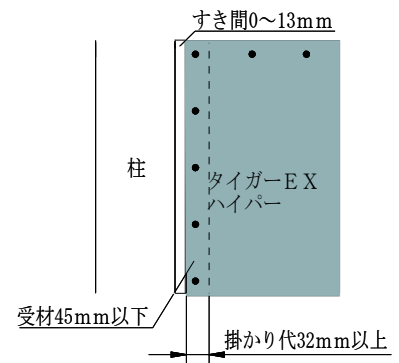

図7-1 入隅部納まり詳細
- ①面材の取り付け方は軸組および土台に直張りとし、その張り方は縦張りとしてください。胴つなぎを介し高さ方向に面材を継ぐ場合も上部面材は縦張りとします。その際、上側面材最小長さは700mmとします。
- ②面材を高さ方向に1枚張る場合はめっき鉄丸くぎ NZ50を用いて、くぎ頭部が面材表面に面一になるよう留め付けてください。面材外周部のくぎ相互間隔は75mm以下、縁端距離15mm（±3mm）にて掛かり代30mm以上で横架材および土台に留め付ける。掛かり代45mm以上で柱、掛かり代20mm以上で継手間柱に縁端距離12mm（±2mm）にて留め付けてください。面材の中通りのくぎ相互間隔は150mm以下で間柱にそれぞれ留め付けてください。
- ③面材を高さ方向に胴つなぎを設けて面材を継ぐ場合はめっき鉄丸くぎ NZ50を用い、くぎ頭部が面材表面に面一になるように留め付けてください。くぎ相互間隔は75mm以下、縁端距離15mm（±3mm）にて掛かり代30mm以上で胴つなぎに留め付けてください。胴つなぎの取り付け位置は横架材間に一箇所とし、取り付け間隔は、土台に取り付けた面材下部から胴つなぎの中心までの距離が1820mmになるように取り付け付けてください。
- ④入隅部で受材への面材の取り付け方は、めっき鉄丸くぎ NZ50 を用いてくぎの相互間隔75mm以下、縁端距離12mm (±2mm) にて留め付けてください。面材の掛かり代は、受材見付け幅に対し、32mm以上としてください (図7-1 参照)。
- ⑤面材の目地部分は突き付けとします。
- ⑥面材を留め付けた後、早期に透湿防水シート、その他これに類するもので有効に防水措置を講じてください。